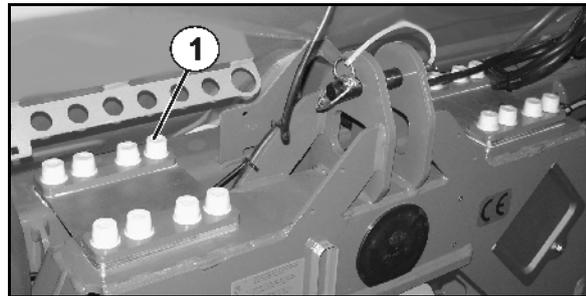

Fig. 54
- 2 x 8 Schrauben der Blattfedern (Fig. 54/1)